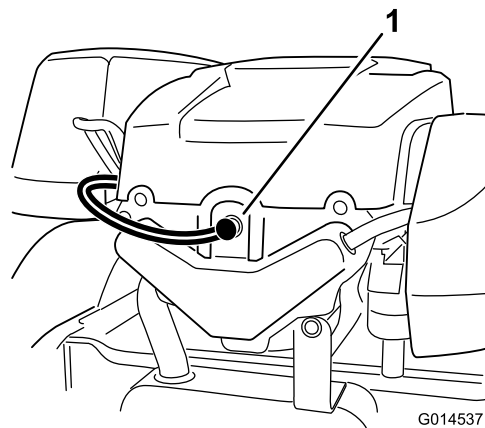

Bild 40
2. Ziehen Sie den Zündkerzenstecker (Bild 40).